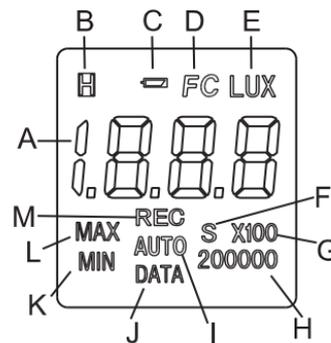

FIG. 1
• Display: LCD de 3½ dígitos com leitura max 1999(Fig.1)